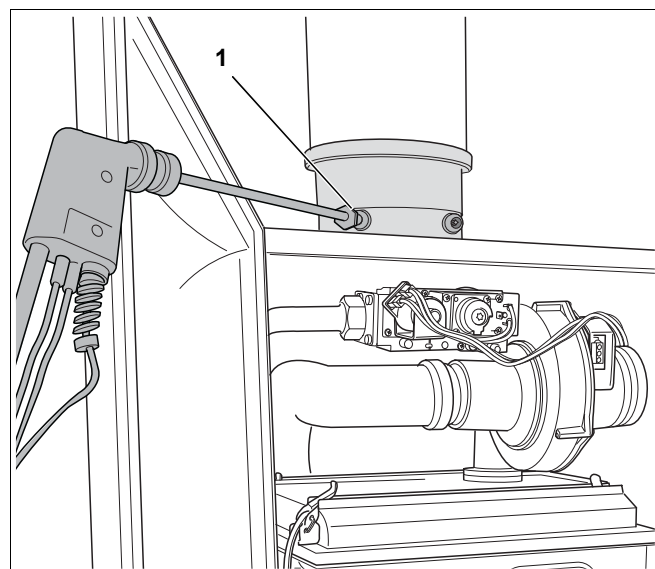

Fig. 88 Măsurări conținutul de monoxid de carbon
- Îndepărtați capacul de la punctul de măsurare pentru gaze de evacuare (Fig. 88, **Poz. 1**).
- Racordați aparatul de măsurare al analizei gazelor de evacuare în punctul stâng de măsurare (Fig. 88).
- Măsurați la punctul de măsurare pentru gaze de evacuare (Fig. 88) conținutul de monoxid de carbon.
- Îndepărtați aparatul de măsurare și de analiză a gazelor de evacuare, montați din nou capacul la punctul de măsurare pentru gazele de evacuare (Fig. 88, **Poz. 1**).